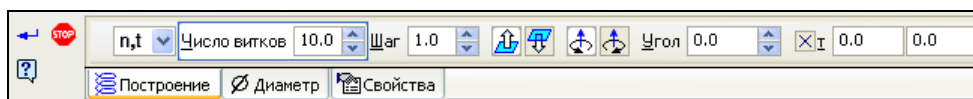
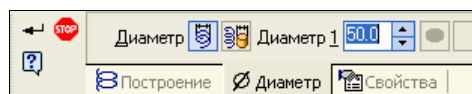

Рис. 6.26. Панель свойств на вкладке **Построение** при способе построения **По числу витков и шагу**
Рис. 6.27. Панель свойств команды **Спираль цилиндрическая** на вкладке **Диаметр**
- ◆ на панели инструментов **Пространственные кривые** нажмите кнопку **Спираль цилиндрическая** . На Панели свойств команды **Спираль цилиндрическая** три вкладки: **Построение** (рис. 6.26), **Диаметр** (рис. 6.27) и **Свойства**. Элементы управления вкладки **Построение** рассмотрены в табл. 6.2.
Элементы управления вкладки **Диаметр** (см. рис. 6.27) рассмотрены в табл. 6.3.